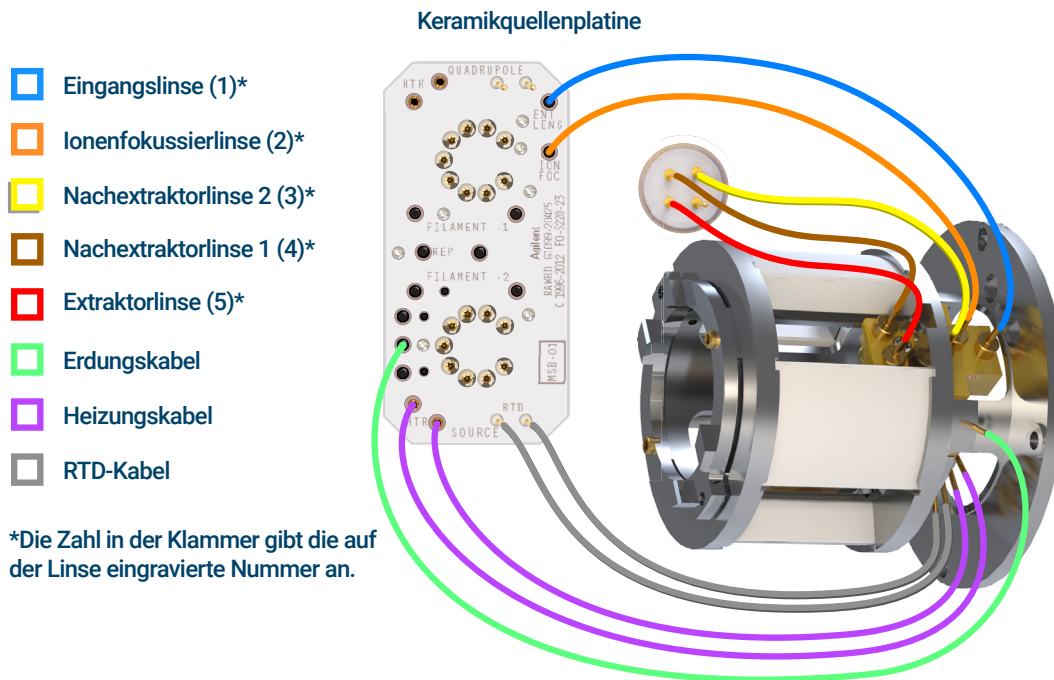

Abbildung 73. Verkabelung zwischen der Keramikquellenplatine/Feedthrough-Anschluss und dem EI-HES-Heizkörper
- 1 Verwenden Sie eine Pinzette oder eine Spitzzange, um das grüne Erdungskabel und die fünf Linsenkabel am Heizkörper anzuschließen oder davon zu lösen. Verbiegen Sie die Kabel nicht unnötig. (Siehe **Abbildung 73**.)